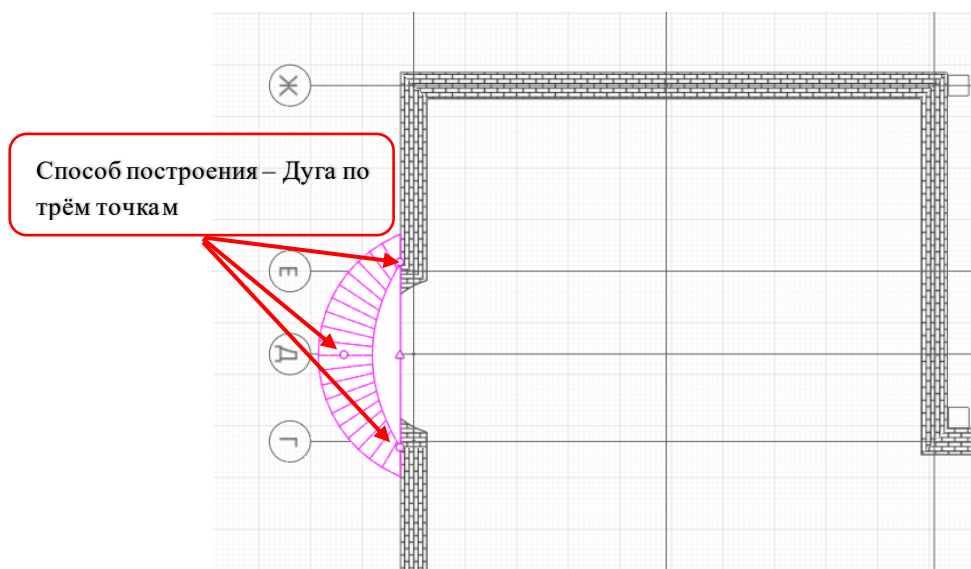

Рис. 3 Построение крыши над дуговой стеной
3. Для построения выбираем инструмент **Крыша** . Начнем строить крышу над дуговой стеной. Выбираем способ построения - **Дуга по трём точкам**, в панели **Сегмент** значение **Свес** - **500 мм.**, форма – **Скат**. Для завершения построения изменим способ построения на – **Прямая по двум точкам** и в панели **Сегмент** значение **Свес** – **0 мм.**, форма – **Скат** (рис. 3). Для завершения построения нажмем **ENTER**.